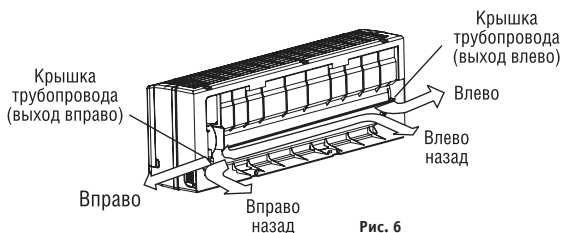

Рис. 6
1. Для подключения трубопровода к внутреннему блоку справа или справа сзади снимите заглушку с левой стороны задней крышки. Объясните пользователю, что заглушку нужно сохранить на тот случай, если кондиционер в будущем установят в другое место (рис. 6).